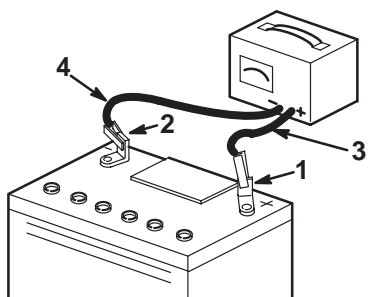

Bild 27
4. Ziehen Sie, wenn die Batterie voll geladen ist, den Stecker des Ladegeräts aus der Dose. Klemmen Sie dann die Klemmen des Ladegeräts von den Batteriepolen ab (Bild 27).